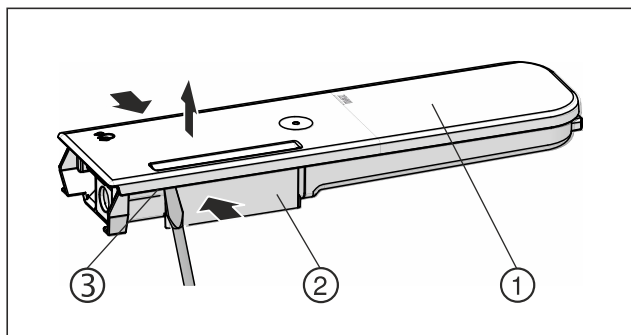

Fig. 160
- Faire légèrement bouger le couvercle Fig. 160 (1) de l'avant vers l'arrière puis le retirer par le haut.
- Presser le réservoir d'eau Fig. 160 (2) et faire lever le couvercle Fig. 160 (1) par les ergots Fig. 160 (3).